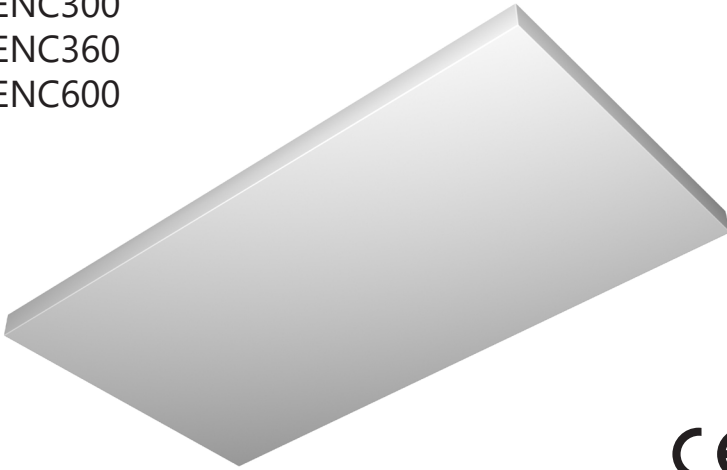
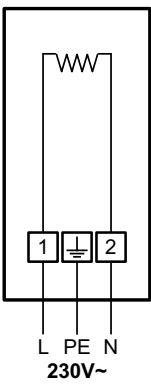
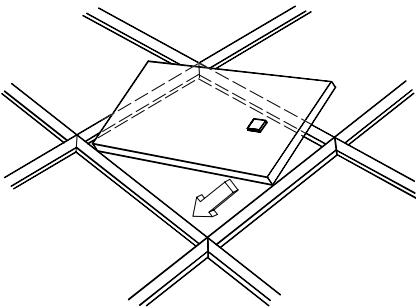

Fig.1a
Fig.2
Fig.3
1. The ENC can be fitted into suspended ceilings with visible T-bars 15mm or 24mm, fig.2, or fixed onto the ceiling using the supplied H-bracket, fig.3. Lowest installation height is 1.8m from floor level. Respect and follow the minimum distances to the surrounding surfaces, according to fig.1a. Fixed heater must not be mounted in front of a socket outlet.
2. When mounting onto the ceiling, secure the bracket first to the ceiling with three screws on each side with distances C/C^1 and C/C^2 , see fig.3 and table. Insert the ENC in the H-bracket by hooking the fixings (B) into the fixing slots (A).
5. If the ENC is to be mounted with chains or wires, use the 4 existing fixings (B), as hanging points, see fig.3.
1. Der Energocassette kann in abgehängte Decken mit sichtbaren T-Träger von 15 mm oder 24 mm (fig.2) eingebaut oder mit der mitgelieferten H-Halterung an der Decke befestigt werden, fig.3. Die niedrigste Installationshöhe beträgt 1,8 m vom Boden. Beachten und befolgen Sie die Mindestabstände zu den umliegenden Flächen gemäß fig.1a. Befestigen Sie den Heizkörper nicht unter einem Wandsockel!
2. Bei Deckenmontage befestigen Sie die Halterung zuerst mit drei Schrauben an jeder Seite an der Decke, mit dem Abstand C/C^1 und C/C^2 , fig.3. Führen Sie die Energocassette in die Halterung, indem Sie die Befestigung (B) in die Befestigungsführung (A) einhaken.
5. Wenn die ENC mit Ketten oder Drähten montiert werden soll, verwenden Sie die 4 vorhandenen Befestigungen (B) als Aufhängepunkte, siehe fig.3.
1. L'Energocassette peut être montée dans des plafonds suspendus avec des poutres en T visibles de 15 ou 24 mm, fig.2, ou fixée au plafond à l'aide du support en H fourni, fig.3. La hauteur d'installation la plus basse est de 1,8 mètres du sol. Maintenir les distances minimales aux surfaces environnantes, selon la fig.1a. Les poêles fixes ne peuvent pas être installés devant une prise murale.
2. Dans le cas d'une installation suspendue, commencer par fixer solidement le support au plafond, à l'aide de 3 vis de chaque côté, voir fig.3. Insérer la cassette dans le support en accrochant les attaches (B) dans les points prévus à cet effet (A).
5. Pour une installation par chaînettes ou tiges filetées, vous devez utiliser les 4 points de fixation existants (B), voir fig.3.
1. De Energocassette kan worden gemonteerd in verlaagde plafonds met zichtbare T-balken van 15 mm of 24 mm, fig.2, of aan het plafond worden bevestigd met behulp van de meegeleverde H-beugel, fig.3. De laagste installatiehoogte is 1,8 meter vanaf de vloer. Hou de minimale afstanden tot de omliggende oppervlakken aan, volgens fig.1a. Vaste kachels mogen niet voor een wand-contactdoos worden gemonteerd.
2. Als het panel aan het plafond wordt gemon-teerd, zet dan eerst de beugel vast aan het plafond met drie schroeven aan elke zijde, met de afstan-den C/C¹ en C/C², zie fig. 3 en table. Plaats de ENC in de H-steun door de haken (B) in de ogen te steken (A).
5. Als de ENC gemonteerd is met kettingen of draden, gebruik de 4 haken (B) om te bevestigen, zie fig.3.
1. Energocassette kan monteras infälld i undertak med synlig T-profil 15 mm eller 24 mm, fig.2, eller utanpåliggande på medföljande H-takfäste, se fig.3. Lägsta monteringshöjd är 1,8 m ifrån golvnivån. Respektera och följ min. avstånden till omgivande ytor enligt fig.1a. Fast monterad värmare får inte placeras framför ett vägguttag.
2. Vid utanpåliggande montering, skruva fast H-takfästet mot tak med tre skruvar på varje sida, med C/C¹ och C/C² avstånd, se fig.3 och tabell. Lyft därefter upp värmaren och haka i vinkelfästena (B) i H-takfästet (A).
5. Om montering sker med vajer eller kedja, kan de fyra vinkelfästena (B) användas som upphängningspunkter, se fig.3.